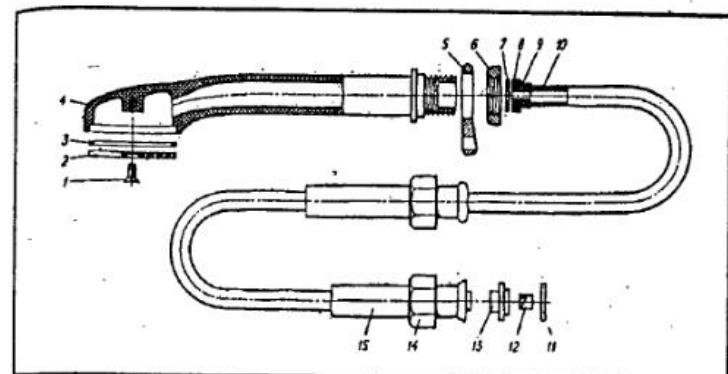

Рис. 63. Гибкий шланг с душевой сеткой:
Открутите накидную гайку (рис. 63). Отсоедините ости от гибкого шланга. Выньте прокладку. Прорежьте в ней отверстие.
Утечка воды из-под накидной гайки (рис. 63)
Закройте вентильные головки, подтяните накидную гайку. Откройте одну из вентильных головок. Если течь не прекратилась, закройте ее. Выверните полностью накидную гайку 14 (рис. 63) и сдвиньте ее по хромированной оболочке 15. Возможны две причины утечки воды.
1. Проверьте положение прокладки 11. Она должна быть расположена между торцами переходника 2 (см. рис. 62) и ступенчатой пластмассовой втулки 13 (см. рис. 63). На новом смесителе резиновая прокладка может оказаться между залитым пластмассой торцом хромированной оболочки 15 и торцом ступенчатой пластмассовой втулки 13. Поставьте вторую прокладку между торцами переходника и ступенчатой втулки.